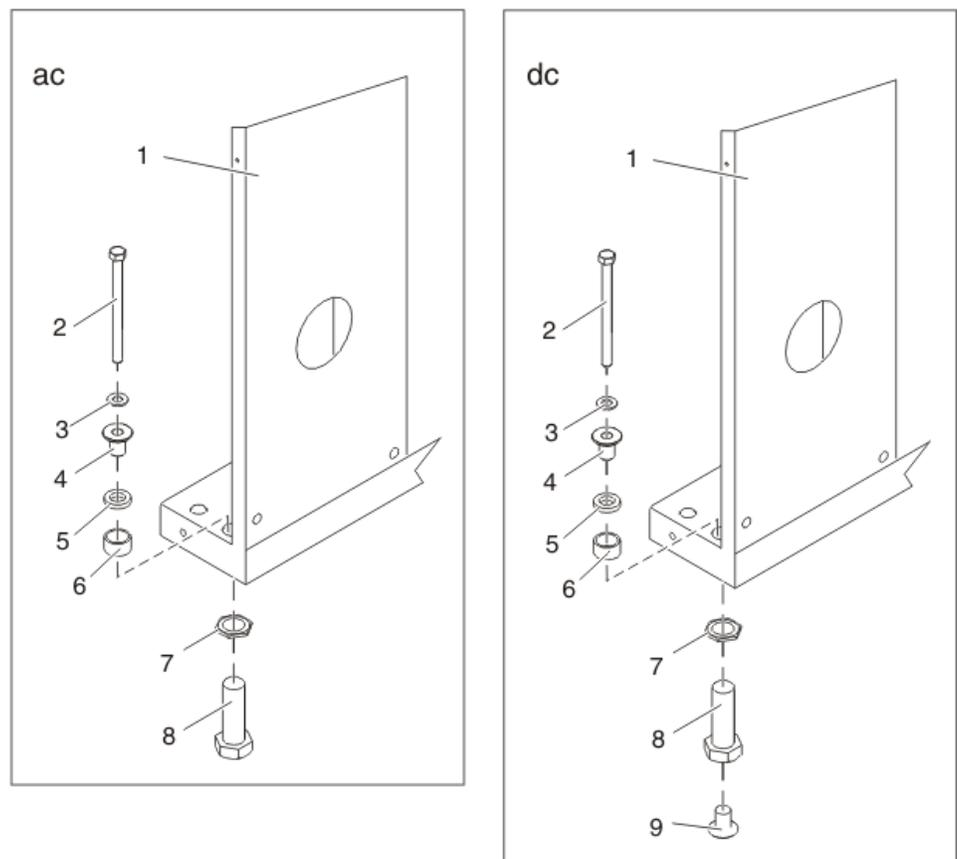

Figura 5. Hardware aparafusado do bastidor
4. Localize o conjunto de instalação do hardware e as duas placas de instalação. Consulte Figura 5 na página 8 quando rever o conteúdo do conjunto de instalação do hardware. O conjunto de instalação de hardware é composto pelos seguintes itens: